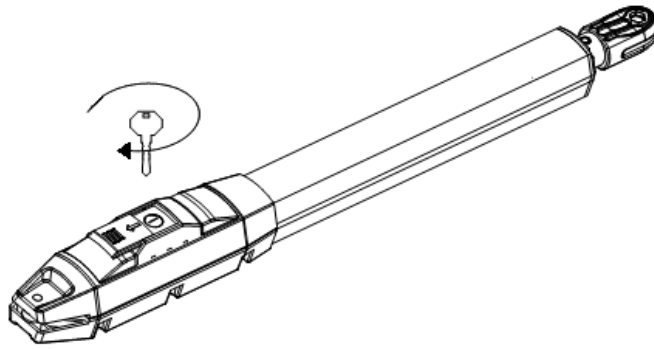

Figura 7
C) Antes de la instalación, desbloquee las dos máquinas principales. Método de desbloqueo: Abra la cubierta de liberación manual, inserte la llave de liberación manual, gire la llave hasta que se libere, como se muestra en la figura 7, luego gire el brazo telescópico, verá que se extiende fácilmente con la mano.